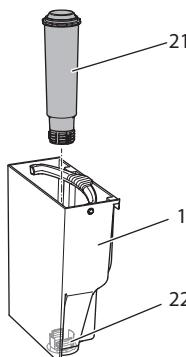

Fig. 15: Enroscar/desenroscar el filtro de agua
- Retira el filtro de agua (véase Fig. 15 en la página 137).
9. Coloca un filtro nuevo dentro del depósito de agua (véase Fig. 15).
3. Retira el filtro de agua (véase Fig. 15).